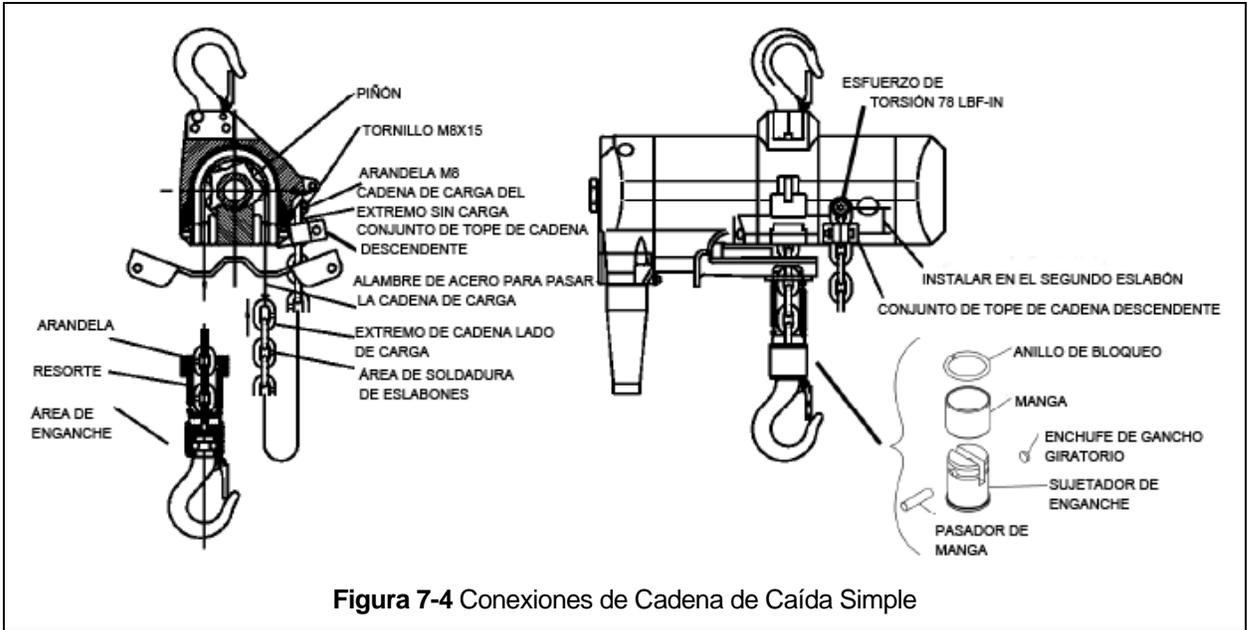
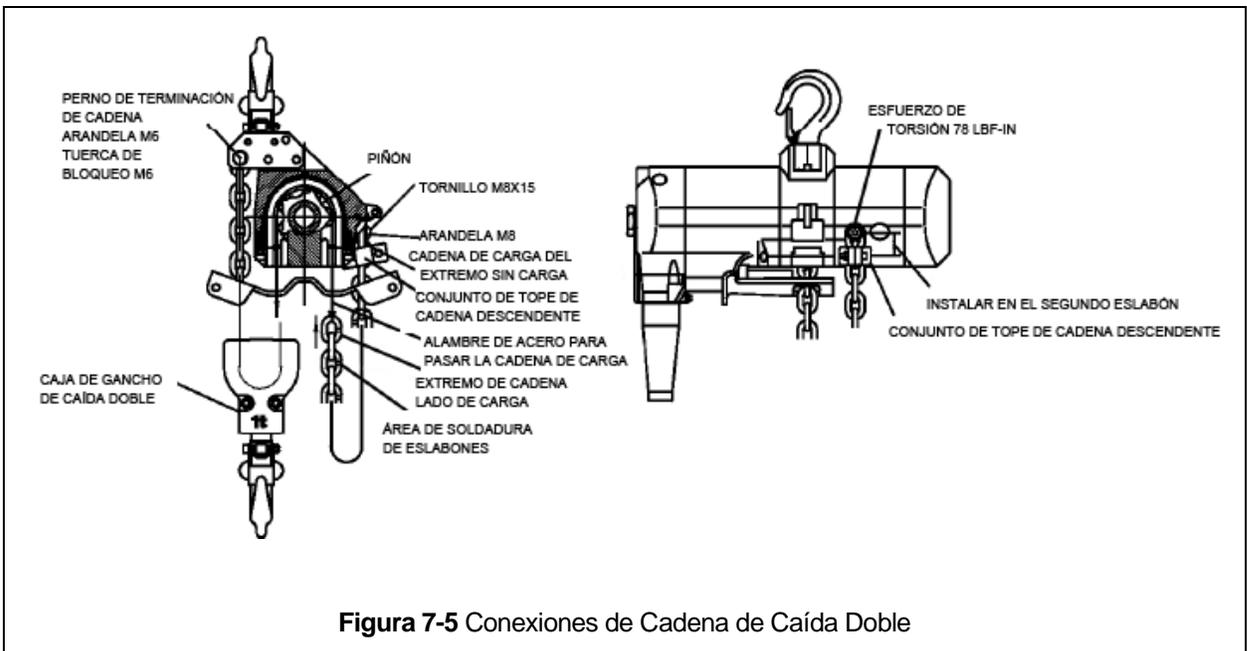

Figura 7-4 Conexiones de Cadena de Caída Simple
Figura 7-5 Conexiones de Cadena de Caída Doble
- 12) Asegúrese de que la Cadena permanezca libre de torceduras y conecte el extremo sin carga de la cadena al cuerpo del polipasto con la Arandela Plana y el Tornillo de Cabeza de Botón. Vuelva a instalar el Conjunto Completo del Gancho Inferior. Apriete el Tornillo de Cabeza de Botón a 78 lbf-in (8.8 N*m). Consulte la Figura 7-4 y la Figura 7-5. Instale el conjunto de tope de cadena descendente en el segundo eslabón desde el extremo sin carga. Consulte la Figura 7-2 a continuación.